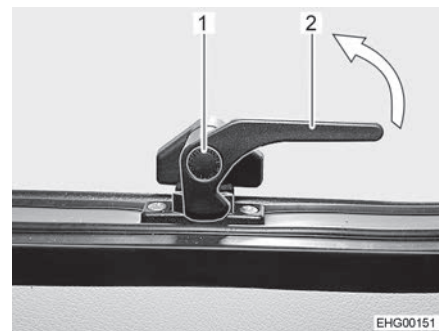

Bild 39 Låsarm, nedtill (i läget
- Tryck på låsknappen (Bild 39,1) på låsarmen nedtill (Bild 39,2) och håll den nedtryckt.
- Sväng låsarmen nedtill (Bild 39,2) ett kvarts varv mot fönstrets mitt.